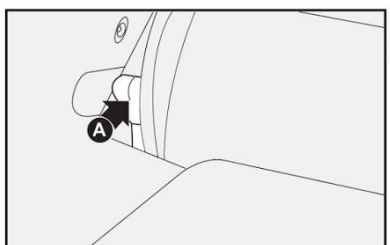

fig. 96
3) Destruavar o encosto do banco agindo sobre as alavancas laterais **A-fig. 96** do mesmo, na direção da seta;